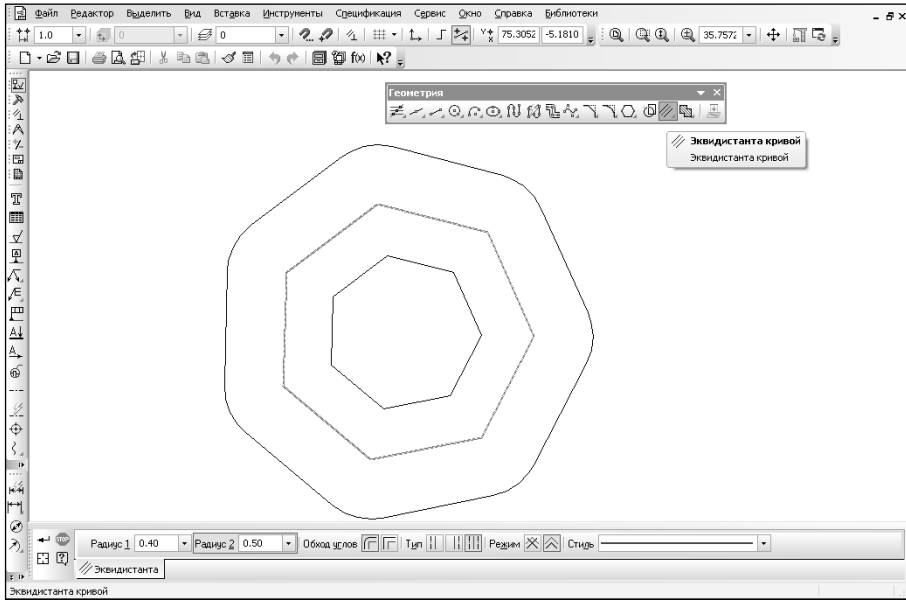

Рис. 10.76. Команда «Эквидистанта кривой»
- Кнопка **Эквидистанта кривой**  предназначена для создания равноудаленного смещения (офсета) контура объекта (рис. 10.76). При этом изменение формы объекта после создания эквидистанты будет влиять на форму эквидистанты. Для отделения и разбиения эквидистанты на отдельные элементы необходимо воспользоваться командой меню **Редактор → Разрушить**. После этого образовавшиеся отдельные элементы можно перемещать или удалять.